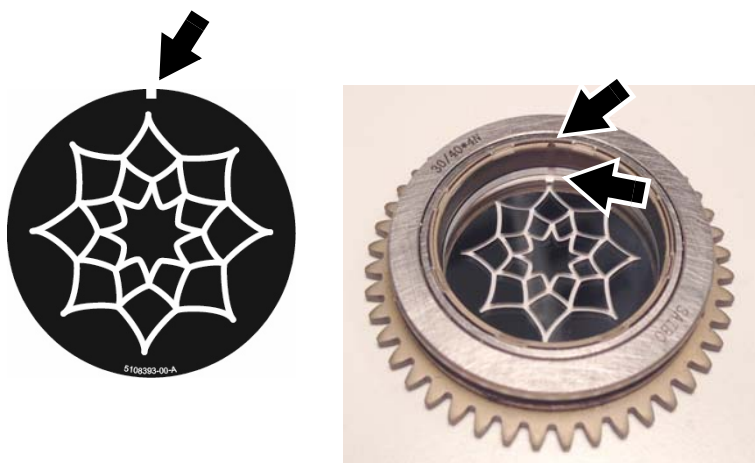
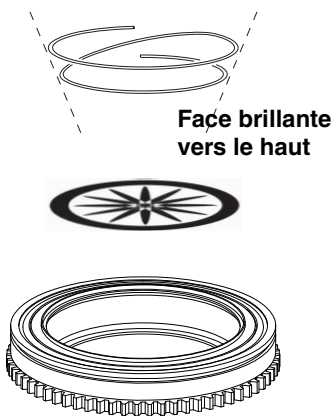

Figure 14: Index d'alignement des gobos
Figure 15: Porte-gobo tournant
Placez le porte-gobo avec les dentelures vers le bas sur un plan de travail propre, ressort vers le haut comme sur la Figure 15 et suivez la procédure ci-dessous pour installer un gobo dans le MAC Allure™ Profile :
Voir Figure 14. Notez les index d'alignement (repérés ci-contre) sur le gobo et sur le porte-gobo. Installez toujours les gobos en alignant ces deux repères.
4. Maintenez le nouveau gobo par sa tranche et insérez-le dans le porte-gobo en respectant les consignes d'orientation précédentes des faces brillantes et mates et en respectant la position originale des index d'alignement (voir Figure 14 et Figure 15).
5. Insérez le ressort dans le porte-gobo : placez la partie étroite du ressort contre le gobo (voir Figure 15). Pour identifier les extrémités du ressort, aplatissez-le : le côté étroit se trouve à l'intérieur.